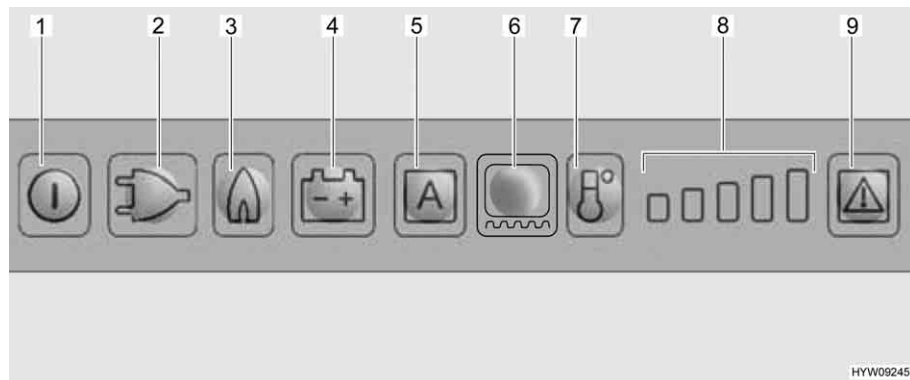

Bild 225 Lysdiodesreglage (kylskåp Dometic)
När gasdriften väljs öppnas tändsäkringen automatiskt så att gas kan strömma till brännaren. Samtidigt tillkopplas den elektroniska tändaren. Om gaslågan skulle slockna, t. ex. på grund av att det blåser, aktiveras tändaren direkt igen och tändar gasen. Vid störningar i gasdrift blinkar ljusknapparna "Gas" (Bild 225,3) och Störning (Bild 225,9) och en akustisk signal ljuder i 20 sekunder.
**Slå på:** ■ Tryck på på/av-knappen (Bild 225,1) i cirka 2 sekunder. Kylskåpet slår på sig, det senast inställda driftläget indikeras.
**Välj driftläge:** ■ Tryck in de belysta knapparna för önskat driftläge (Bild 225,2 - 4) eller för det automatiska läget "AES" (Bild 225,5) (endast för AES utförande).
**Ställa in kyltemperaturen:** ■ Ställ in kyltemperaturen med knappen kylnivåer (Bild 225,7). Kylnivåindikatorerna (Bild 225,8) visar den valda termostatinställningen.
**Slå från:** ■ Tryck på på/av-knappen (Bild 225,1) i cirka 2 sekunder.
När kylskåpet sätts på väljs automatiskt en termostatinställning i mittläge. Denna inställning kan ändras manuellt med knappen temperaturnivåval (Bild 225,7). Det tar alltid några timmar innan man har en normal drifttemperatur i kylskåpet. Vid omkopplingen till ett annat driftläge, bibehålls termostatinställningen.
**Ställa in driftstiden:** ■ Koppla in ramvärmnen under 2 timmar: Tryck på ljusknappen ramvärme (Bild 225,6) en gång. En stapel i kylnivåindikatorerna (Bild 225,8) tänds.
■ Koppla in ramvärmnen under 5 timmar: Tryck på ljusknappen ramvärme (Bild 225,6) två gånger. Två staplar i kylnivåindikatorerna (Bild 225,8) tänds.
■ Ställa in ramvärmnen på kontinuerlig drift: Tryck på ljusknappen ramvärme (Bild 225,6) tre gånger. Två staplar i kylnivåindikatorerna (Bild 225,8) tänds.
Kylnivåindikatorn (Bild 225,8) visar under några sekunder ramvärmnens driftslängd.
Vid en störning blinkar lysknappen Störning (Bild 225,9). Dessutom blinkar antingen en av de lysknapparna Driftläge eller kylnivåvisningen. Dessutom ljuder en akustisk varningssignal. För råd beträffande felindikering och felavhjälpling, se kapitel 14.
- ▷ Tryck, efter åtgärdande av ett fel på gasdriften, in lysknappen Återställ (Bild 225,9).